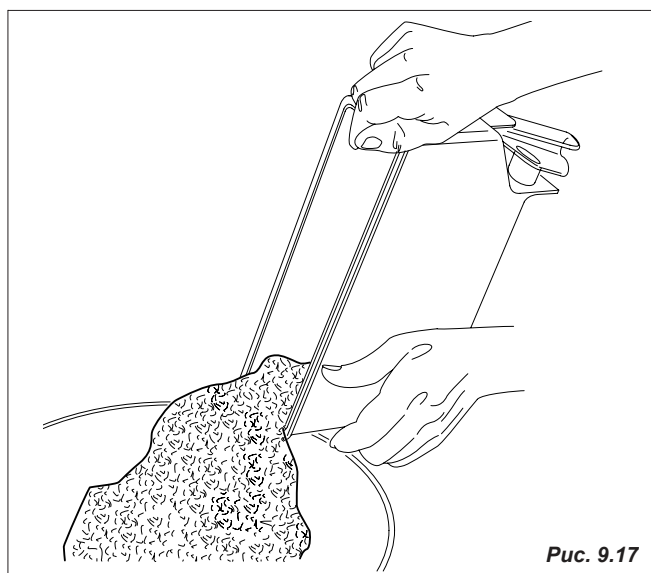

Рис. 9.17
- Выгрузите все продукты из контейнеров (Рис. 9.17)